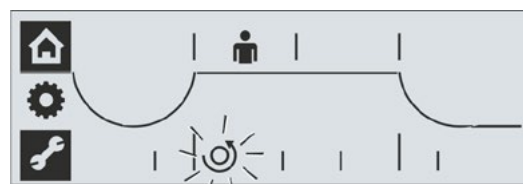

Fig. 2 : Menu Butées actif, sens de fermeture rotation à gauche
2. Confirmer la sélection : **maintenir le Drive Controller enfoncé pendant environ 3 s !** La couronne dentée est constamment éclairée et le symbole du sens de fermeture actuellement réglé clignote (Fig. 2).